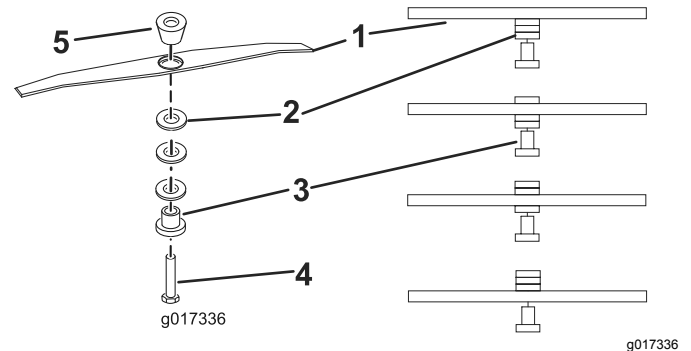

图12
5. 将垫片重新调节至所需的高度重新安装刀片卡环和垫片图12并将螺栓扭紧至 25N·m。